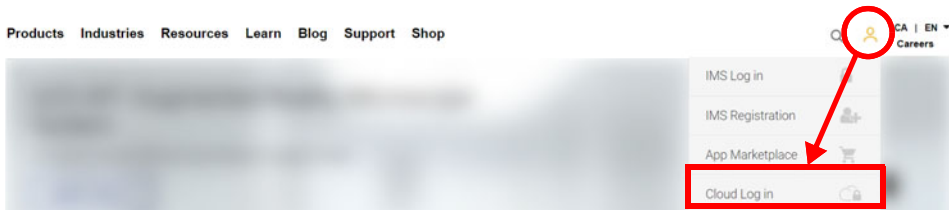

図 10-1 Cloud Log in (クラウドログイン)
2. OSC でアカウントを作成するか既存のアカウントに参加します (管理者がアカウントを作成し他のすべてのユーザーを招待します)。www.olympus-ims.com にアクセスし、243 ページの図 10-1 に示すように **Cloud Login** (クラウドログイン) をクリックします。